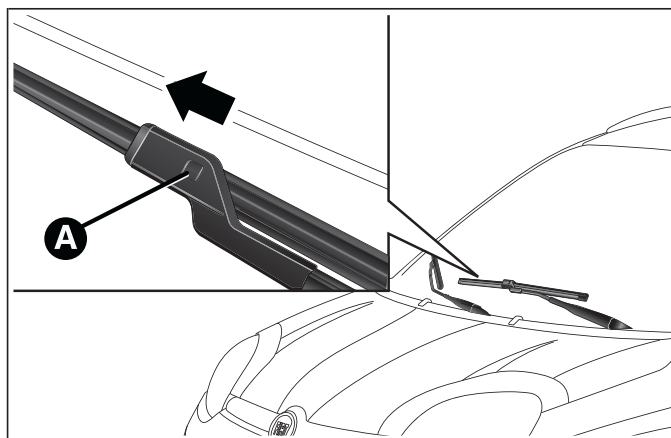

fig. 155
- sollevare il braccio del tergicristallo, premere la linguetta A fig. 155 della molla di aggancio ed estrarre la spazzola dal braccio;